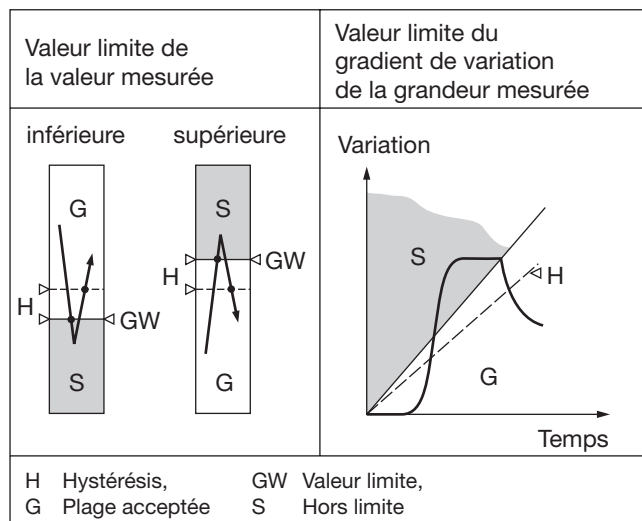

Fig. 3. Fonctions de commutation suivant type de détecteur de seuil.
- Valeur limite inférieure de la grandeur mesurée (voir fig. 3, gauche)
- Valeur limite supérieure de la grandeur mesurée (voir fig. 3, gauche)
(voir Fig. 3 à droite)